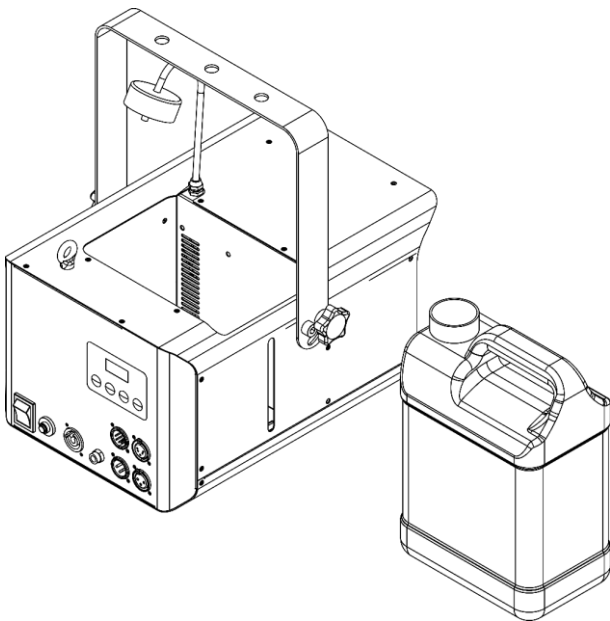

Fig. 16
- 04) Coloque el depósito de líquido en una superficie plana cerca del dispositivo, como se muestra en la Fig. 16.